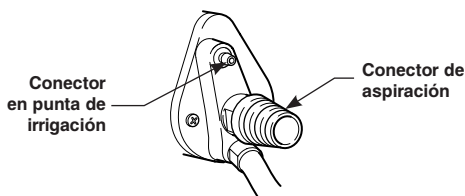

Figura 1 Ubicaciones de los conectores
1. Acople el tubo de irrigación de menor diámetro al conector en punta de irrigación (figura 1).
2. Acople un tubo de aspiración al conector de aspiración (figura 1).